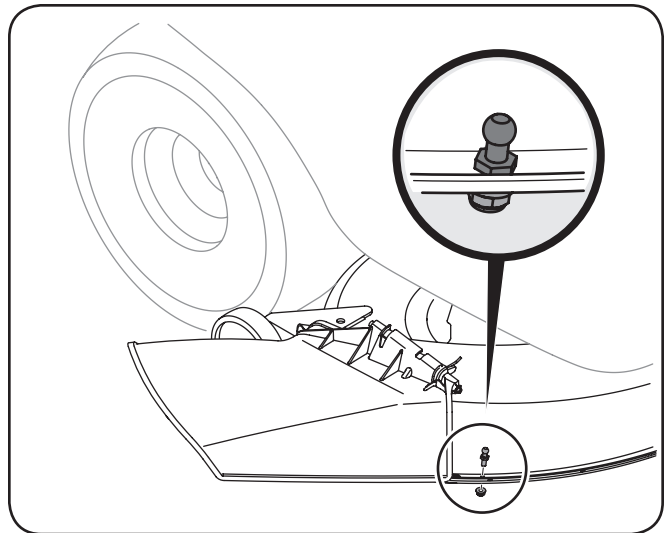

Figure 4-20
10. Installez la queue à rotule provenant de votre jeu de montage dans le trou à l'avant de la plate-forme de la tondeuse, comme illustré à la Figure 4-20, et fixez-la avec le contre-écrou d'épaulement fourni.